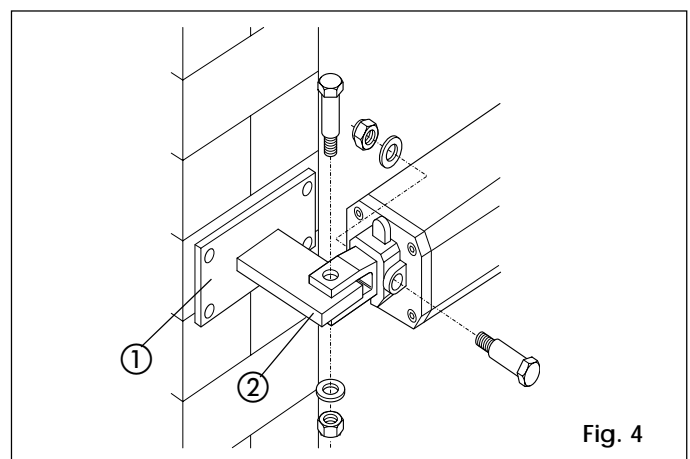

Fig. 4
En el caso de que la columna sea de hierro, hace falta soldar con esmero el elemento de fijación directamente en la misma (ref. 2, Fig. 4).
Si la columna está hecha en mampostería, empotrar primero una placa (ref. 1, Fig. 4) y luego soldar en ella el elemento de fijación tal como se ilustra en la fig. 4.
- 2) Sujetar el actuador al elemento de fijación posterior, mediante los tornillos en dotación (Fig. 4).